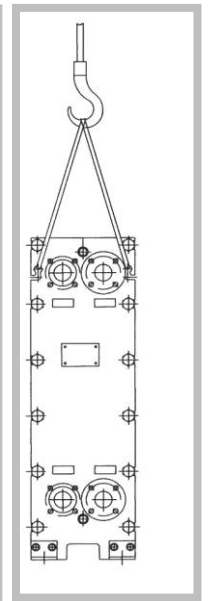

Figura 24
4. Baje el ICP de las patas del aparato con cuidado (Figura 24).